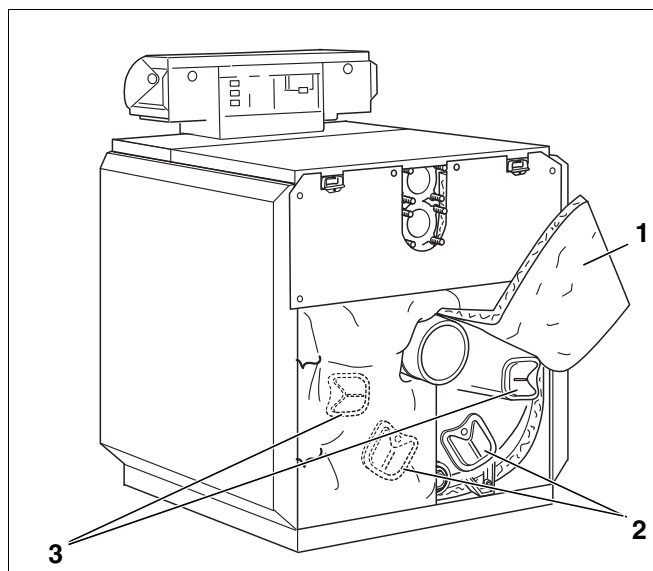

Fig. 52 Smontaggio - Coperchio di pulizia
- Alzare verso sopra entrambi i terminali dell'isolamento termico (fig. 52, [1]) e fissarli con la molla di tensione.
- Rimuovere i coperchi di pulizia all'elemento posteriore (fig. 52, [2]) ed al collettore fumi (fig. 52, [3]).